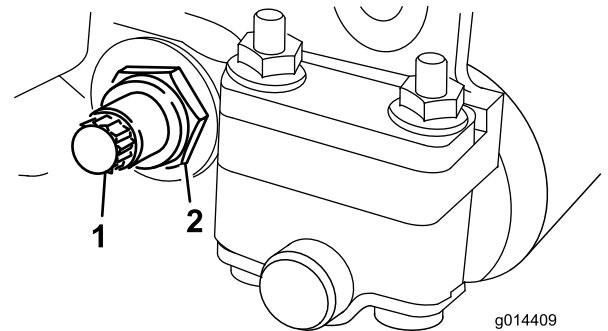

图 14
3. 在机器的另一侧松开固定底刀架螺栓 图 14 的锁紧螺母。
4. 拆下两个底刀架螺栓向下拉动底刀架并从滚刀组上拆下来 图 14。